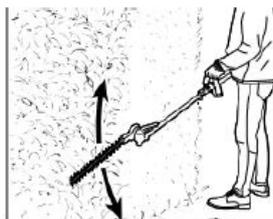

Fig 10
- Avance lentamente de manera controlada (Fig. 10).